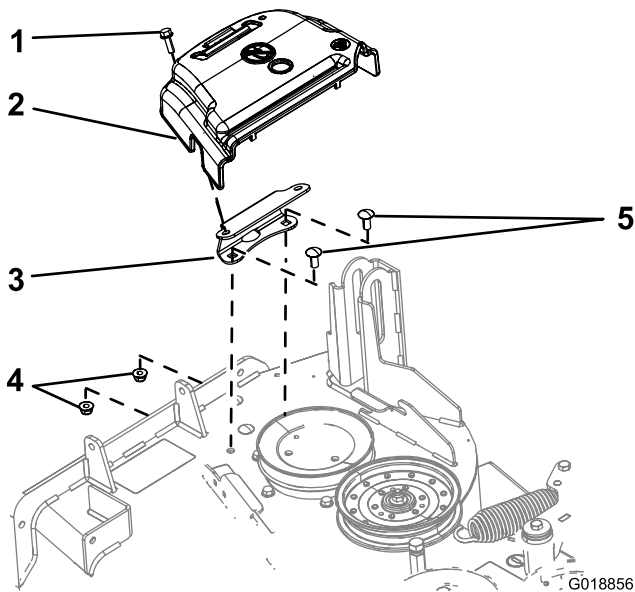

図 2
1. ベルトカバーを固定しているボルトを左に回してゆるめる（図 2）。
- OEM ベルトカバーとボルトを、取り付けブラケットから外す (図 2)。
- カバー取り付けブラケットをデッキに固定しているボルト (2本) とフランジナット (2個) を取り外す (図 2)。
- ベルトカバーブラケットをデッキの前側フランジに固定しているキャリッジボルト 2本 (1/4 x 3/4 インチ) とロックナット 2個を取り外す (図 2)。
2. 刈り込みデッキからベルトカバー・ブラケットを取り外す (図 2)。